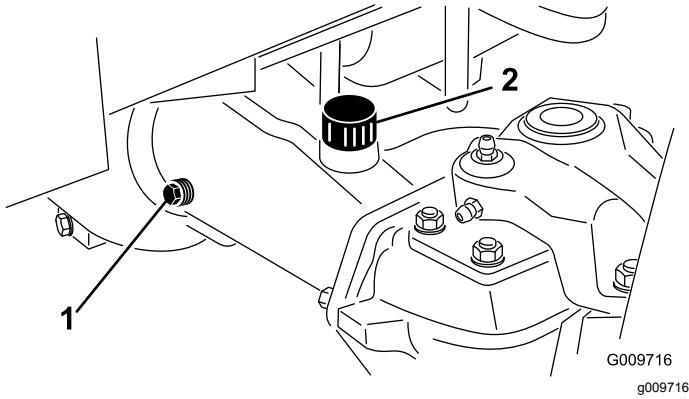

Figure 88
2. Enlevez un bouchon de contrôle à une extrémité du pont arrière (Figure 88) et vérifiez que le lubrifiant atteint la base de l'orifice. Si le niveau est trop bas, enlevez le bouchon de remplissage
(Figure 88) et ajoutez une quantité suffisante de lubrifiant pour amener le niveau au bas des orifices de contrôle.